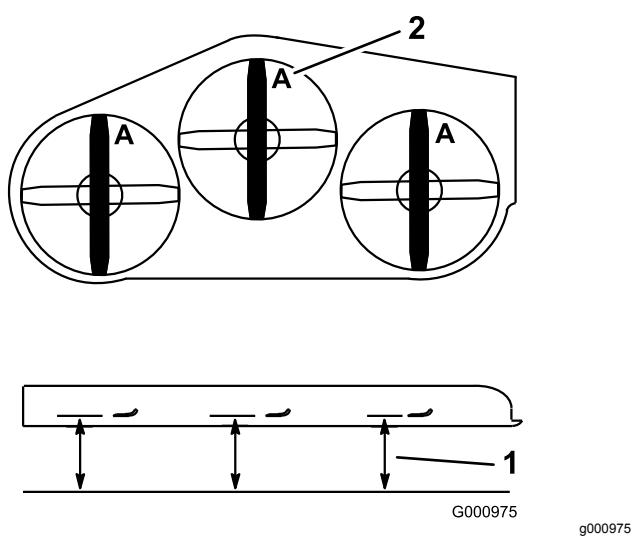

Figure 82
4. Mesurez au point A et entre la surface plane et le bord coupant des pointes des lames (Figure 82).